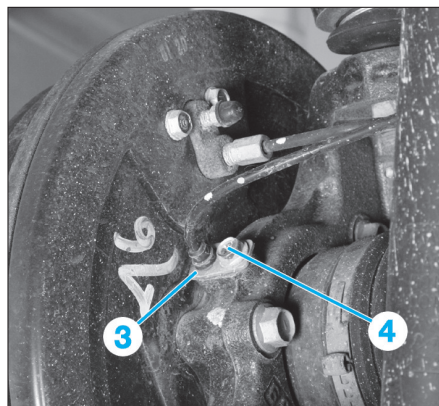

FIG. 33
- Déposer la vis (4) du capteur de roue avant (**Fig.33**).